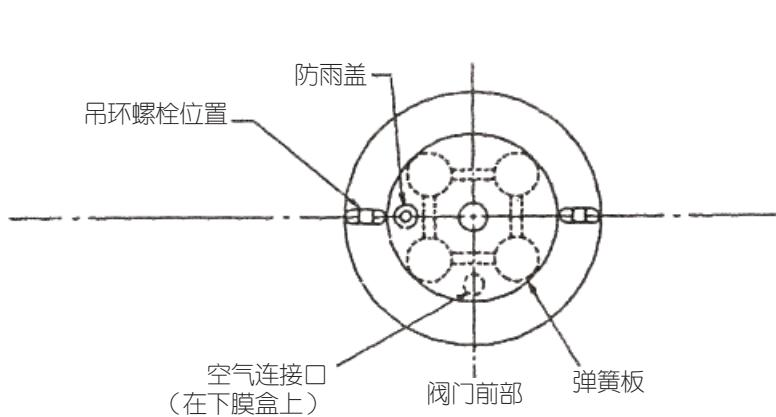

图 7.2. 反作用执行机构
- (1) 将轴承（以及防尘圈）和 O 形圈固定在阀支架上。利用 4 个 M10 螺栓将下膜盒固定在阀支架上。
- (2) 将轴承插入连杆，膜片必须定在连杆上。执行此操作，注意不要损坏轴承和连杆螺纹部分的防尘密封。（例如，使用乙烯基胶带包住螺纹部分。）
- (3) 固定弹簧板（参见图 7.2），在弹簧板上设弹簧。
- (4) 放好上膜盒并使用吊环螺栓将其固定。
- 有关空气连接端口的位置，请参见图 7.2。
- (5) 使用吊环螺栓以外的其他螺栓夹紧上、下膜盒。
- (6) 安装阀杆连接。
- (7) 在气孔上装上防雨盖。
- (8) 使气管与上片膜盒的空气连接口连接。
- (9) 完成上述步骤后，对执行机构（未安装在阀体上的独立元件）进行以下检查：